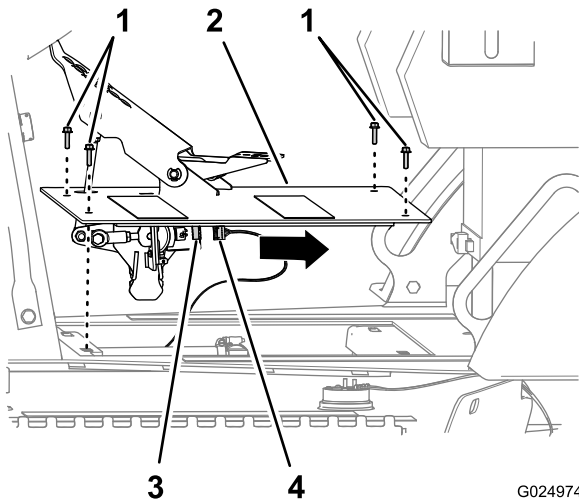

Figura 110
1. Rimuovete i 4 bulloni a testa esagonale flangiata che fissano il gruppo del pedale di comando della trazione al telaio della macchina (Figura 110).
2. Scollegate il connettore a 6 prese del cablaggio della macchina dal connettore a 6 pin del sensore del pedale di comando della trazione (Figura 110).
3. Rimuovete il gruppo del pedale di comando della trazione dalla macchina (Figura 110).
1. Collegate il connettore a 6 prese del cablaggio della macchina al connettore a 6 pin del sensore del pedale di comando della trazione (Figura 110).
2. Allineate i fori della piastra del gruppo del pedale di comando della trazione con i fori sul telaio della macchina (Figura 110).
3. Fissate il gruppo del pedale di comando della trazione al telaio della macchina con i 4 bulloni a testa esagonale flangiata (6 x 25 mm); fate riferimento a Figura 110.